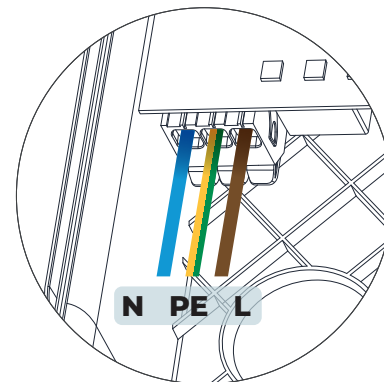

Fig. 8 - La séquence des fils du câble d'alimentation
16. Insérez les 3 fils du câble d'alimentation dans les connecteurs WAGO™ montés sur le PCB et fermez chaque levier de connecteur. Assurez-vous que les fils sont bien insérés dans les connecteurs afin qu'aucune partie dénudée des fils ou des câbles ne soit visible (protection électrique contre les contacts directs). Une connexion incorrecte peut entraîner un mauvais contact, ce qui peut entraîner un risque d'incendie. (Fig. 8)